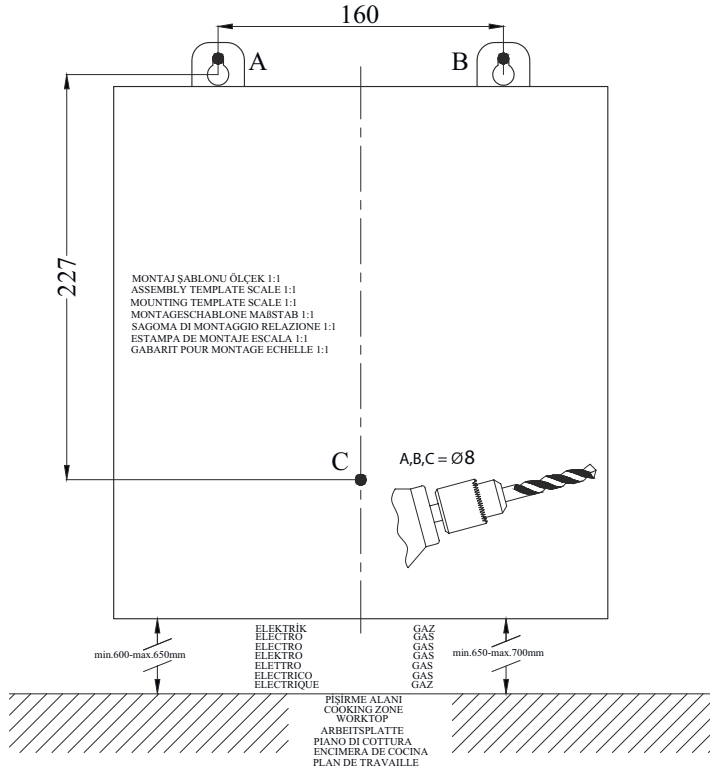
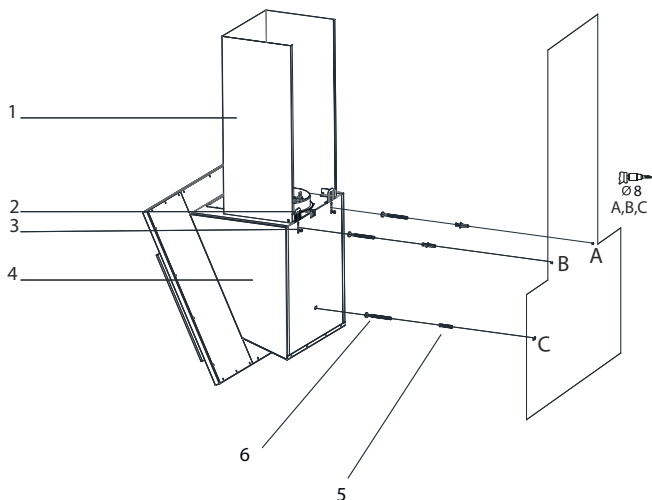

Fig. 7
Fig. 8
1. ➔ Monter emhætten via monteringskabelonen. Monter emhætten i højden (Overhold den minimale og maksimale afstand til bordpladen, som er angivet i monteringskabelonen) angivet i monteringskabelonen (Fig. 7) Borepunkter A, B og C. (Fig. 8).
2. ➔ Sæt de 8 mm ekspansionsbolte (5) i de borede A, B og C-punkter og sæt skruerne i for at efterlade et tomrum 5 mm mellem bolthovedet og væggen ved punkterne A og B (Fig. 8).
3. ➔ Juster placeringen af ophængspladen til emhætten (2) ved at løsne skruen til emhættens ophængsplade (3) og sætte ophængspladen til emhætten fast (Fig. 8).